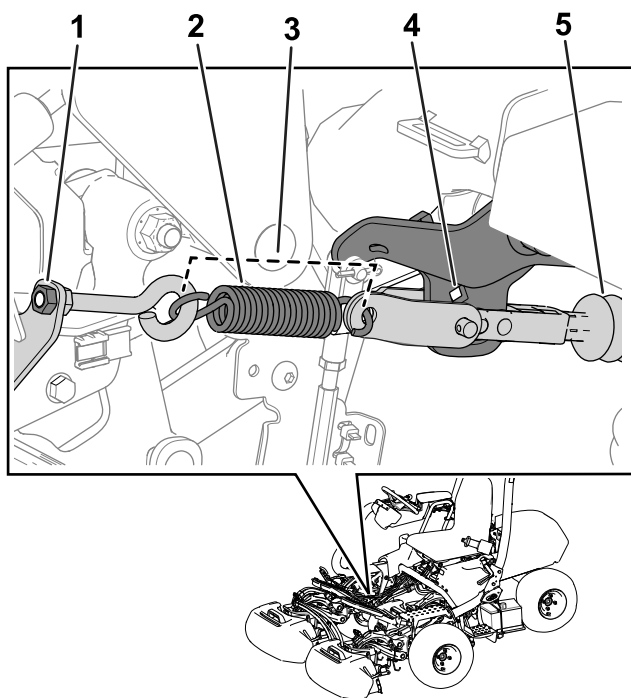

Figure 40
Remarque: Voir la Figure 40 pour cette procédure.
3. Préparez l'opération en serrant l'écrou du boulon à œil afin que le ressort ait une longueur de 11,4 cm quand il est en place (Figure 40).